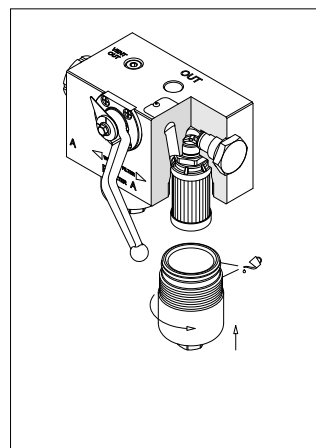

fig. 11
- (Fig. 11) Lubrificare il filetto e l'O-ring del contenitore, quindi avvitare il contenitore facendo riferimento alla tabella delle coppie di serraggio al paragrafo 3